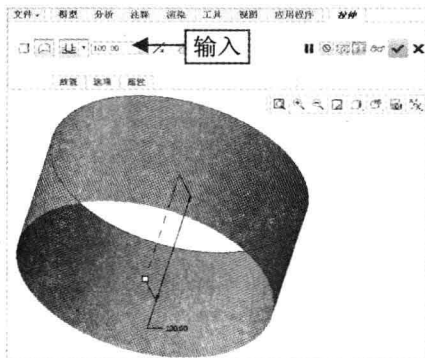

图 9-93 设置参数
Step 02 弹出“拉伸”选项卡, 单击“曲面”按钮 , 在绘图区选择草绘图形, 在“拉伸”选项卡的“输入侧 1 的深度值”数值框中输入 100, 如图 9-93 所示。